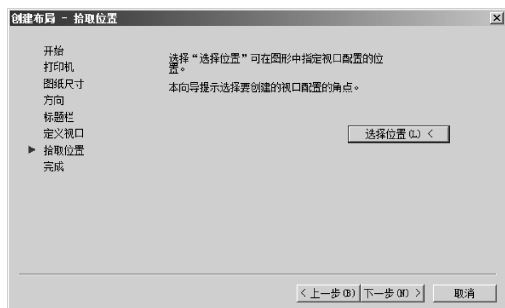

图 7-9 “创建布局 - 拾取位置”对话框
7) 单击“下一步”按钮，将会出现“创建布局 - 拾取位置”对话框，用户可以在此指定视口的大小和位置。单击“选择位置”按钮，系统将会暂时关闭该对话框返回到图形窗口，从中指定视口的大小和位置，如图 7-9 所示。